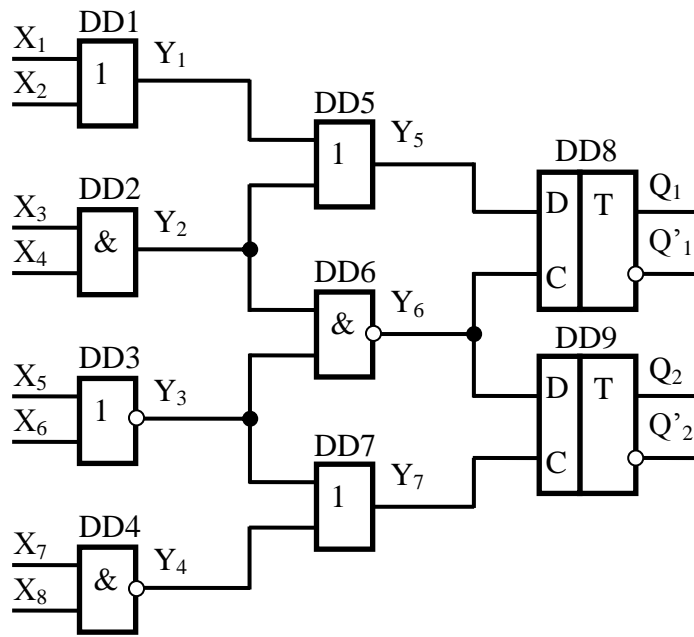

Рисунок 3 – Схема на логічних елементах і тригерах
1.3. Записати в табл. 1 стан (“0” або “1”) логічних елементів і тригерів у схемі, наведеної на рис. 3. Варіанти завдань наведені в табл. 2.